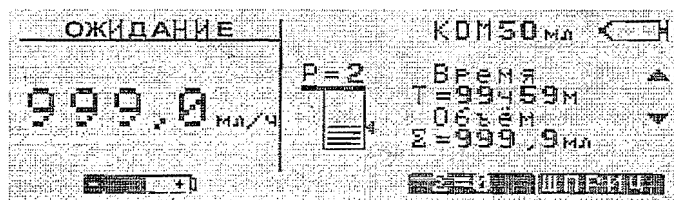

Рисунок 3. Главная страница.
- Загорятся индикаторы: тип питания (батарея /сеть ) , "стоп", а также на ЖКИ экране (см. рис.3. Главная страница) – текущее состояние (режим) «ожидание», заданная скорость с мигающим маркером, уровень заряда аккумулятора, объем и название шприца (если шприц не установлен – индикация объема отсутствует), заданный (P=4) и текущий (графическое заполнение) уровень окклюзии, суммарный объем и время инфузии (подсчет происходит от включения насоса, либо от последнего обнуления текущих значений).
- В режиме "Ожидание" скорость можно изменить, когда мигает одна из цифр заданной скорости (маркер) - т.е. когда активна главная страница (см. рисунок 3). Если маркер скорости не мигает, то необходимо выйти из меню на главную страницу (нажимая функциональную кнопку ВЫХОД);
Скорость инфузии можно задать (изменить), когда на ЖКИ активна главная страница (мигает маркер скорости, рис.3). Если маркер скорости не мигает, значит активно меню и необходимо из него выйти нажатием функциональной кнопки ВЫХОД